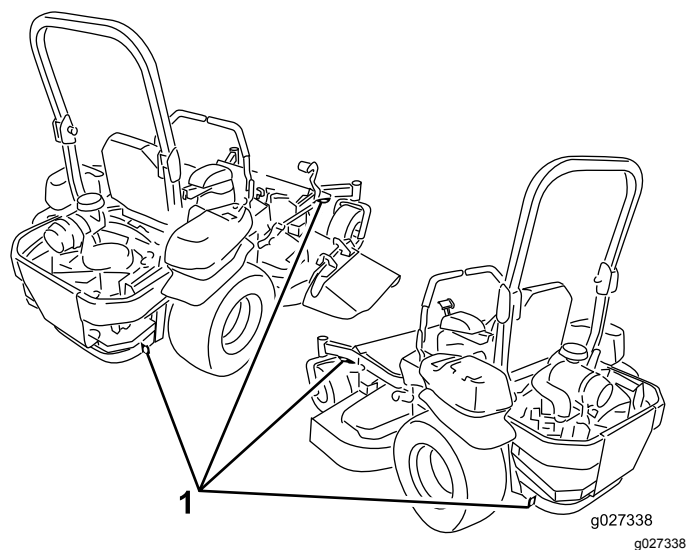

Figura 39
6. Amarre la máquina junto a las ruedas giratorias delanteras y el guardabarros trasero con correas, cadenas, cables o cuerdas (Figura 39). Consulte la normativa local respecto a los requisitos de amarre.